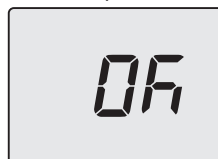

Figura 5.71
- Premendo il tasto 13 (Figura 5.65) si ottiene la conferma del valore inserito. Il display visualizzerà per 5 sec. quanto segue (Figura 5.71) poi, si porterà al livello superiore.